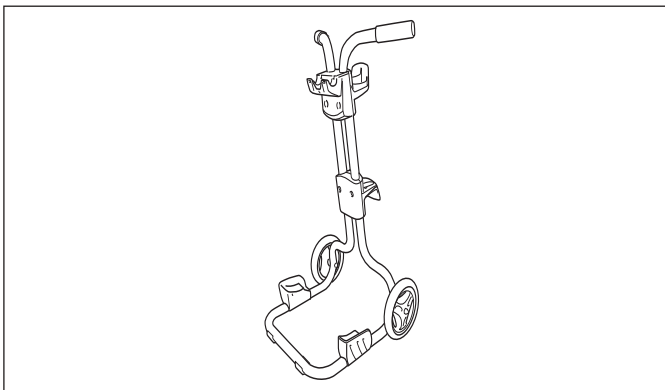

Figura 12. Armado del carrito de transporte y almacenamiento
9. El carrito está listo para ser utilizado como se muestra en la Figura 12.